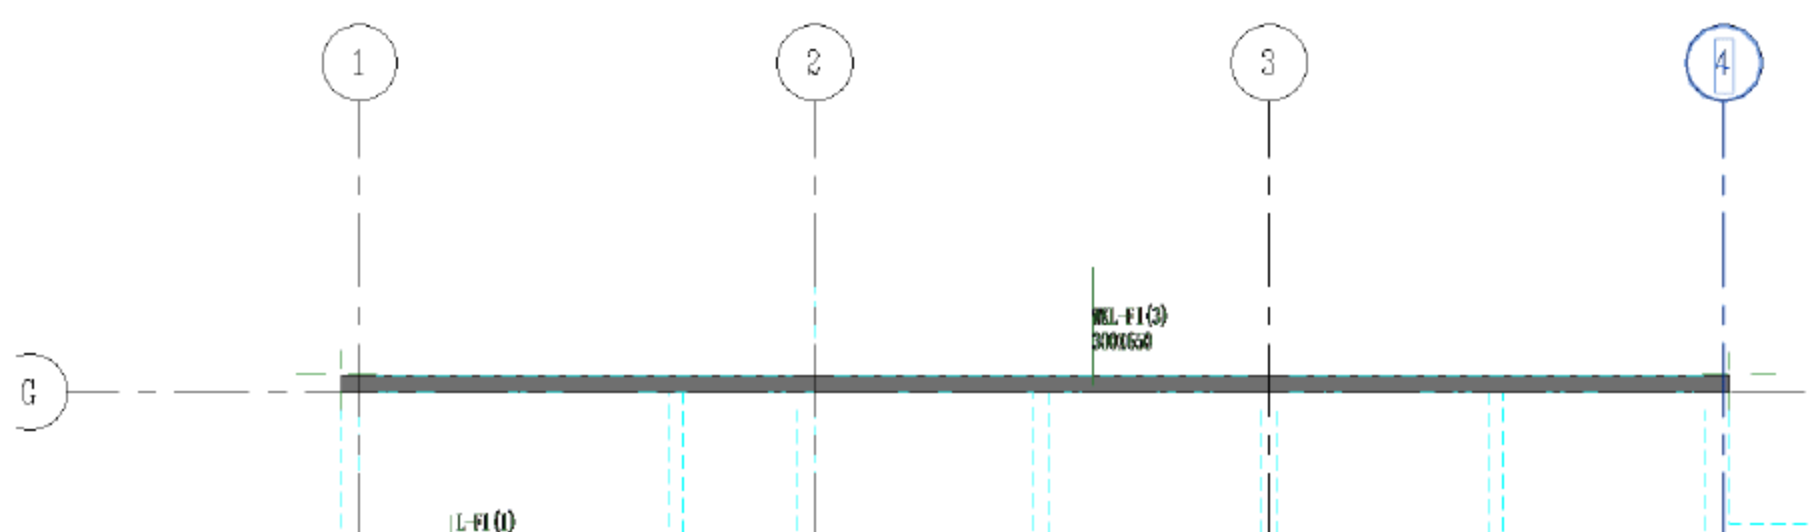

图 5.1.12 WKL-F1 完成图
**注意:** 绘制屋框梁时, 常常出现绘制的屋框梁与实际定位出现偏移的问题, 此时可以先绘制出所需的屋框梁, 然后按快捷键 M+V, 将屋框梁移动到准确位置, 如图 5.1.11 所示, 将 WKL-F1 从①位置移动到②位置。移动完成后如图 5.1.12 所示。